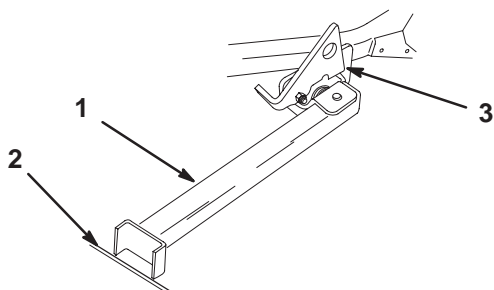

Figure 30
4. Posez le pied du support sur le sol et appuyez le verrou sur la languette de pivot (Fig. 30).
Remarque : Pour de meilleurs résultats, placez le pied du support dans des anfractuosités du trottoir ou du gazon (Fig. 30).
6. Montez la machine sur le support. Arrêtez-vous quand le verrou retombe sur la languette en position verrouillée (Fig. 30). Une fois la machine en place sur le support, serrez le frein de stationnement et coupez le moteur.